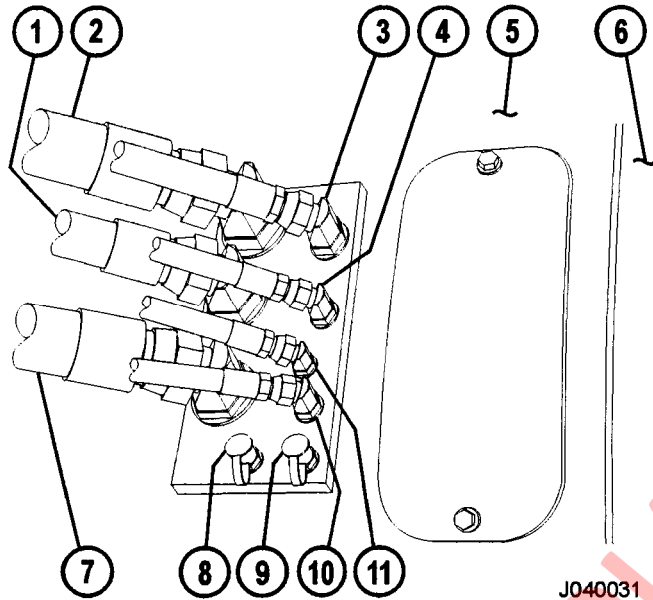

FIGURA 2-3. MANGUERAS DEL FRENO TRASERO
Para referencia sobre las líneas de freno que se conectan a la caja del eje trasero, consulte la Figura 2-3.
NOTA: Si las mangueras (4, Figura 2-3) y (10) se cambian, los frenos traseros serán lentos de aplicar y lentos de liberar.